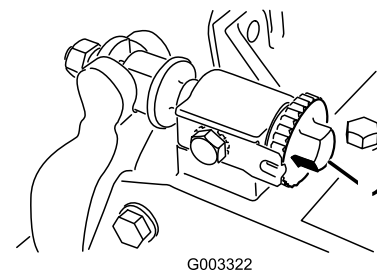
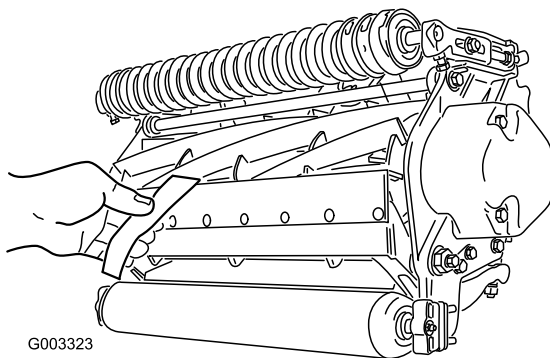

Figure 8
Figure 9
1. Placez la machine sur un sol plat et horizontal. Supprimez le contact avec le cylindre en tournant les vis de réglage de la barre d'appui dans le sens anti-horaire (Figure 8).
- Important: Vérifiez que les écrous au bout des vis de réglage de la contre-lame ne reposent pas sur la surface de travail (Figure 8).**
3. A une extrémité du cylindre, insérez une bande de papier journal entre le cylindre et la contre-lame (Figure 9). Tout en tournant lentement le cylindre en avant, tournez la vis de réglage de la barre d'appui dans le sens horaire (du même côté du cylindre) (Figure 8), un cran à la fois, jusqu'à ce que le papier soit pincé légèrement lorsque vous l'introduisez par l'avant, parallèle à la contre-lame. Vous devriez sentir une légère résistance lorsque vous tirez sur le papier.
5. Vérifiez ensuite si le cylindre peut saisir le morceau de papier inséré par l'avant et le couper lorsqu'il est inséré perpendiculairement à la contre-lame (Figure 9). Normalement, le papier doit être coupé avec un minimum de contact entre la contre-lame et les lames du cylindre. Si vous sentez un frottement ou un contact excessif du cylindre, vous devez alors roder ou rectifier les lames pour obtenir les tranchants nécessaires à une coupe de précision (voir le Manuel d'affûtage pour tondeuses rotatives et à cylindres Toro, Form No. 80-300PT).